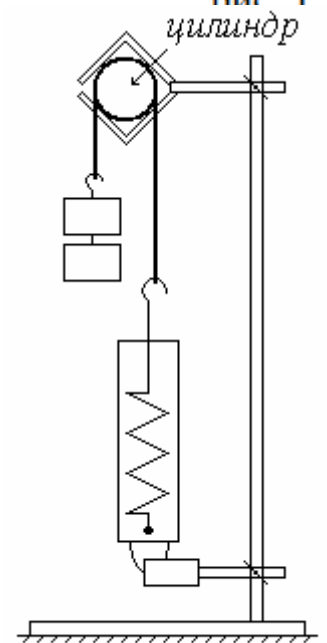

рис. 2
2.0. Соберите экспериментальную установку как показано на рис. 2.